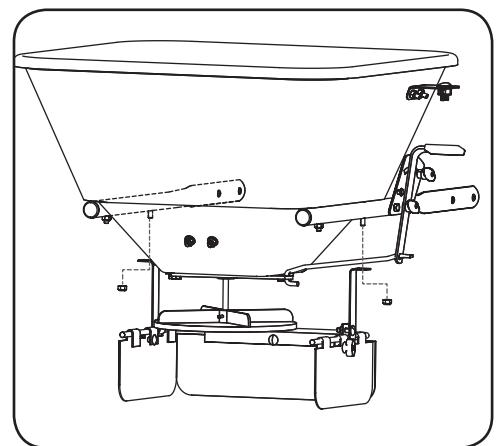

Figura 1-13
2. Alinee el deflector para que la abertura en las placas del deflector mire hacia atrás. Fije el deflector a los pernos de los tubos del bastidor/del frente de la tolva con las tuercas extraídas en el paso anterior. Vea la Figura 1-13.